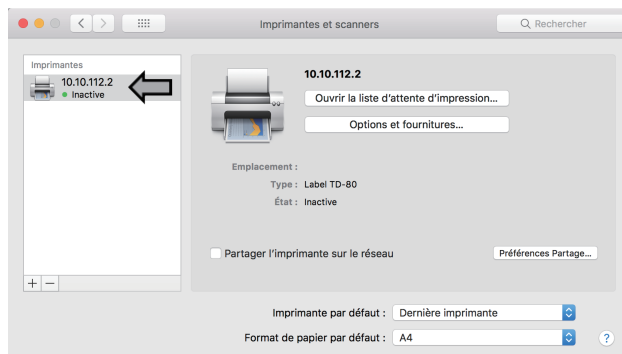

Fig.13
⑦ Une fois l'installation terminée, le pilote d'imprimante nouvellement ajouté sera listé sous « Imprimantes et scanners » (voir Figure 13).